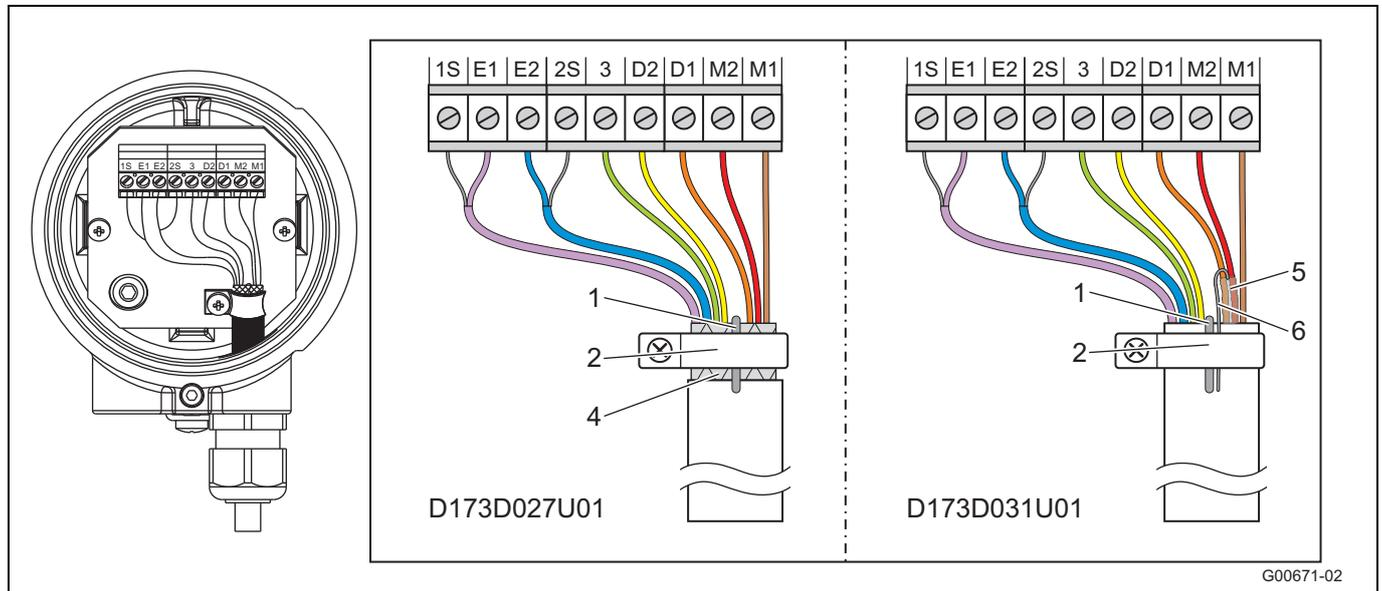

Fig. 38
- Conecte todos los conductores restantes procediendo como se muestra en Fig. 38.